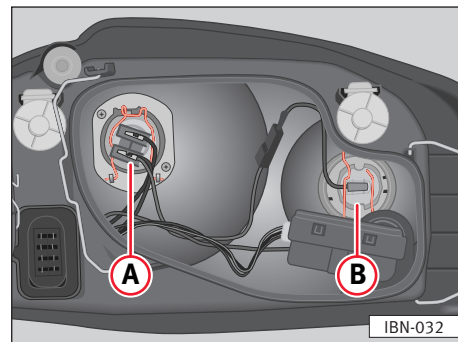

Fig. 147
- Retirar a tomada do fio da lâmpada ⇒ fig. 147 Ⓐ.
- Colocar a tampa de plástico e colocar os tirantes ②.